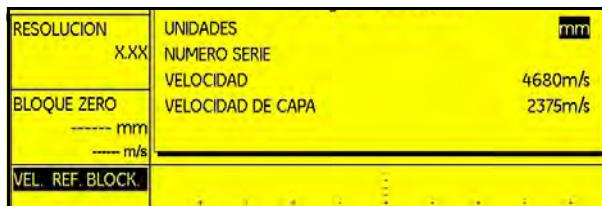

Figura 13: Ventana Configuración del bloque de referencia de la velocidad
2. Utilice el joystick (  ) para seleccionar la función **VEL. REF. BLOCK** y para abrir la ventana de configuración (siguiente Figura 13).